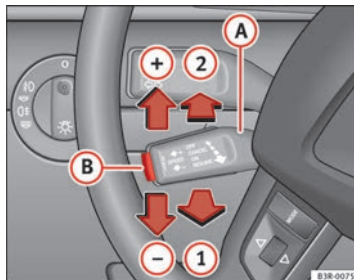

Abb. 144 Bedienelemente der Geschwindigkeitsregelanlage
- Ziehen Sie den Hebel **(A)** in Position  $\Rightarrow$  Abb. 144 **(1)**, um die Anlage einzuschalten.
⇒ Abb. 144 (+).
⇒ Abb. 144 (-).
Falls beim vorübergehenden Ausschalten keine gewünschte Geschwindigkeit gespeichert war, können Sie eine neue gewünschte Geschwindigkeit wie folgt speichern: Fahren Sie mit der gewünschten Geschwindigkeit und drücken Sie dann kurz die Drucktaste  $\Rightarrow$  Abb. 144 **(B)** (SET).
- Drücken Sie den Hebel **(A)**  $\Rightarrow$  Abb. 144 in Position **(2)** (gerastet).